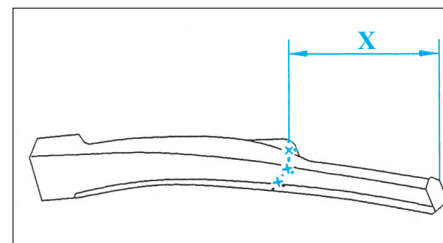

FIG. 22
- Tracer puis découper à l'aide d'une scie (coupe définitive) (Fig.22).